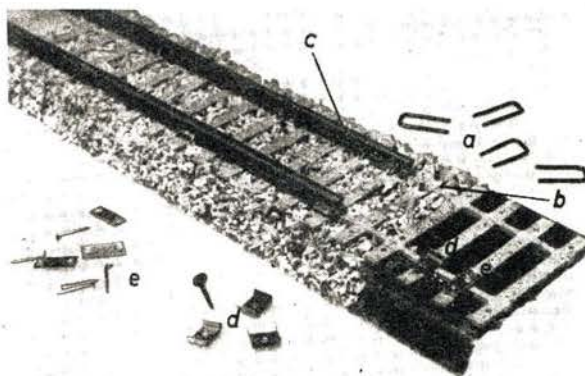

Bild 2 Werdegang der Herstellung des Unterbaues und der Schienenbefestigung.
1. Aus weichem Draht, etwa 0,6...0,9 mm ϕ , werden U-förmige Klammern nach Bild 2 a gebogen. Die Länge der Schenkel richtet sich nach der Höhe des Unter-
baues und die Breite der Klammern nach dem Abstand der Löcher in den Schwellen. Nachdem die entsprechenden Löcher durch den Holzunterbau gebohrt worden sind, werden die Klammern von unten durchgesteckt. Sie müssen etwa 2 mm über die Schwellen herausragen (Bild 2 b). Nach dem Einlegen des Schienenprofils werden die überstehenden Enden der Klammern mit einer Zange um den Schienenfuß umgebogen (Bild 2 c und 3 c). Zweckmäßig ist es, die Schiene an jeder 5. ... 10. Schwelle zu klammern. Wer jedoch Wert auf vorbildgerechtes Aussehen legt, dem sei die Befestigung an jeder Schwelle empfohlen. Den damit verbundenen Arbeitsaufwand sollte man bei einer Kleinanlage nicht scheuen. Der Anblick des fertigen Gleises läßt die Mühe vergessen.
2. Schienenbefestigungsplättchen der Fa. Swart, Plauen/Vogtl., (Bild 2 d), eignen sich besonders zum Bau von Großanlagen, da sie sich durch sehr einfache Handhabung bei der Montage auszeichnen. Die Befestigungsplättchen werden auf das Schwellenband aufgenagelt (Bild 3 d), das Schienenprofil eingelegt und die hochstehenden Schenkel mit einer Zange um den Schienenfuß umgebogen (Bild 3 e und 4 b). Die Befestigung der Schiene kann an jeder 5. ... 10. Schwelle erfolgen.
3. Schließlich sei noch auf die Klemmplatten mit Hakenstiften der Fa. Wehrmann, Michendorf (Mark), hingewiesen, deren Verarbeitung jedoch etwas umständlicher ist, die aber auch am Ende ein sehr gutes Bild ergeben (Bild 2 e, 3 f und 4 c).